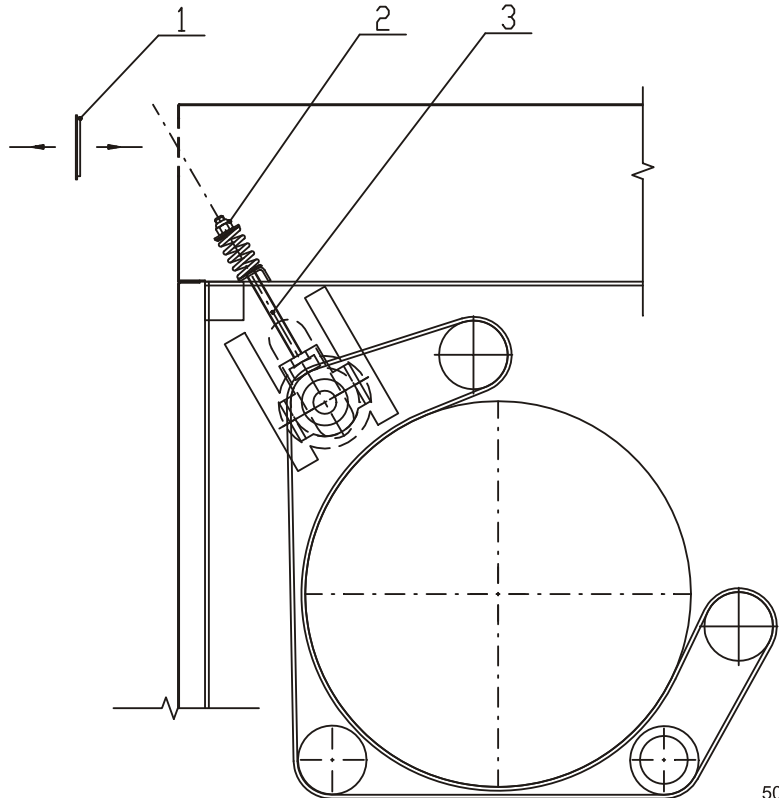

Fig. 5.2.14.B
2. Realice la tensión de las cintas por medio de las tuercas, Fig. 5.2.14.A, pos. 2 de los tornillos de cojinetes del cilindro tensor en el interior de los bastidores laterales, o sea a través de las aberturas de cubiertas laterales superiores.